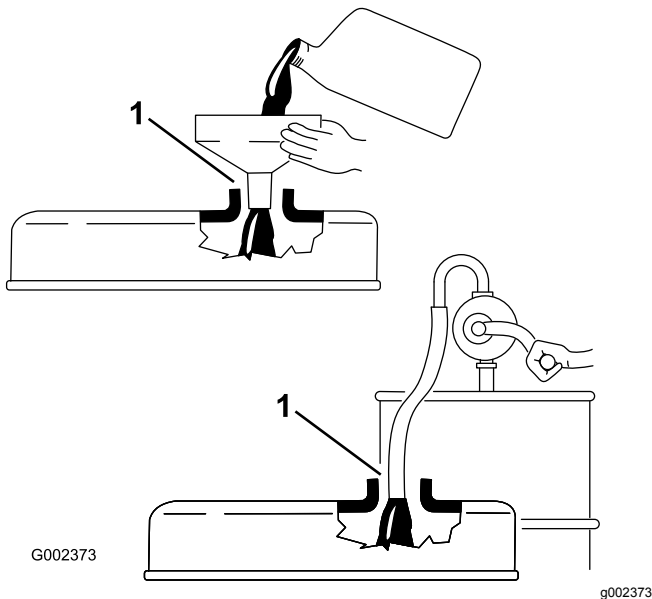

Figura 27
**Importante:** Certifique-se de que a vareta é removida quando atesta o motor com óleo. Quando adicionar óleo do motor ou óleo de enchimento, *tem de haver* uma folga entre o dispositivo de enchimento do óleo e o orifício de enchimento do óleo na cobertura da válvula, como se mostra na Figura 27. Esta folga é necessária para permitir a ventilação durante o enchimento, o que evita o derrame para o interior do respirador.